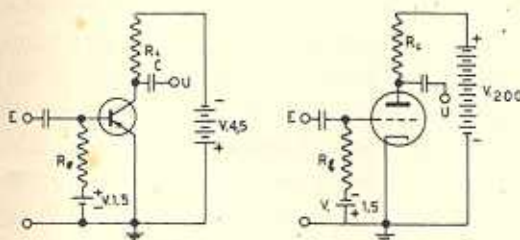

Fig. 8 - Elettore a massa. Catodo a massa.
1) *Emettitore a massa* (fig. 8).